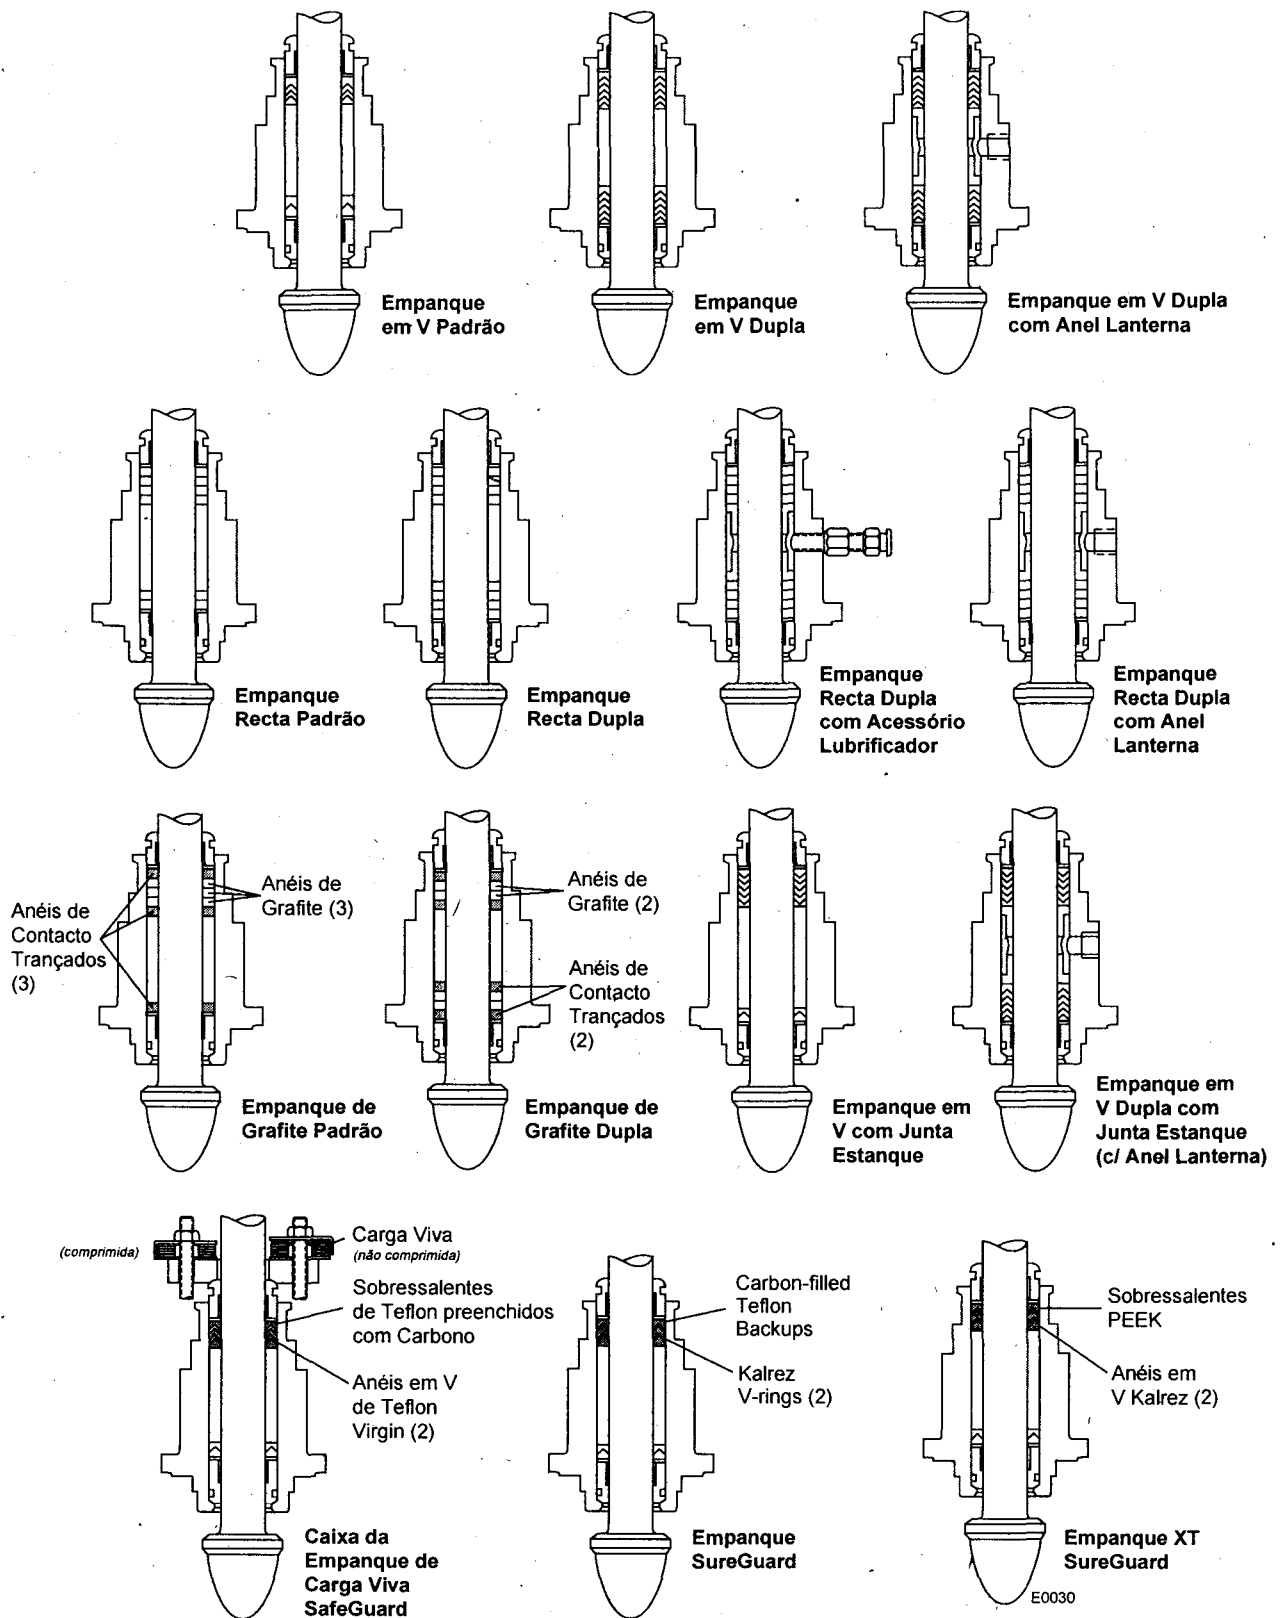

Figura 2: Configurações Típicas da Empanque
1. Se a empanque tiver sido retirada, consulte a Figura 2 e volte a instalar uma nova empanque tal como apresentado. Não se esqueça de deixar uma altura livre de pelo menos 1/8 polegadas por cima da caixa da empanque para permitir a introdução da guia superior. Comprimentos de espaçadores diferentes permitem uma grande variedade de configurações de empanque, tais como uma junta dupla e uma empanque de pressão por vácuo.